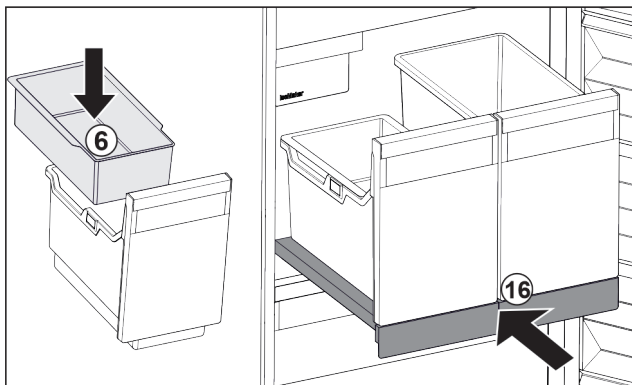

Fig. 125
- ▶ Vsaďte závěsnou misku Fig. 125 (6) pro kostky ledu.
- Fig. 125 (16)